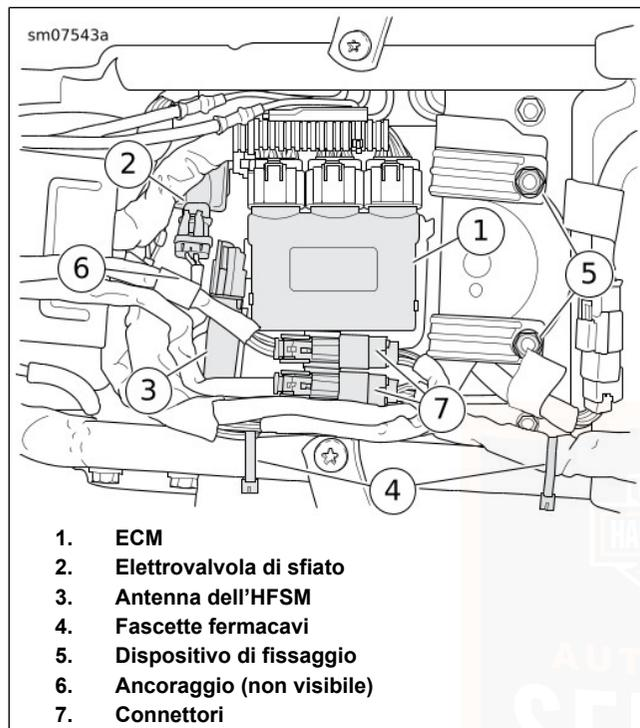

Figura 95. Pannello superiore
2. Vedere Figura 95. Liberare l'ECM (1) dal pannello superiore. Accantonarlo.
3. Se in dotazione, spostare in avanti l'elettrovalvola di sfiato (2) per liberarla dal pannello superiore. Liberare l'antenna dell'HFSM (3) dal pannello superiore e accantonarla.
4. Staccare i connettori (7) dalle ancorette sul pannello superiore.
5. Rimuovere i dispositivi di fissaggio (5).
6. Tagliare tutte le fascette fermacavi (4). Spostare il cablaggio per lasciare più spazio al pannello superiore.
6. Vedere Figura 95. Rimontare al suo posto il pannello superiore e inserire il fermo sulla staffa di ancoraggio.
7. Fissare il pannello superiore alla traversa del telaio con le viti (5). Serrare ad una coppia di 8,1–10,9 N·m (72–96 in-lbs).
8. Se in dotazione, fissare l'antenna dell'HFSM (3) e l'elettrovalvola di sfiato (2) sul pannello superiore. Verificare che tutti gli altri connettori e cablaggi passino sotto la linguetta di montaggio dell'elettrovalvola di sfiato.
9. Fissare i connettori (7) alle ancorette sul pannello superiore.
10. Fissare l'ECM (1) al suo posto sul pannello superiore.
11. Fissare i cablaggi al telaio con fascette fermacavi (4).